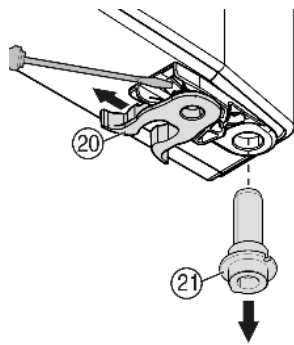

Fig. 9
- ▶ Permuter la pince élastique Fig. 9 (20) : appuyer sur l'ergot puis retirer la pince élastique.
- ▶ Tirer le pivot d'appui Fig. 9 (21) hors de la douille de porte et la mettre en place ensemble avec la rondelle du côté opposé. Le taquet d'arrêt doit indiquer vers la paroi intérieure de la porte, l'encoche vers la paroi extérieure.
- ▶ Pivoter la porte vers le bas et mettre en place le pivot d'arrêt Fig. 9 (21) dans le support d'appui. Event. tourner le pivot d'arrêt de sorte qu'il puisse encliquer.